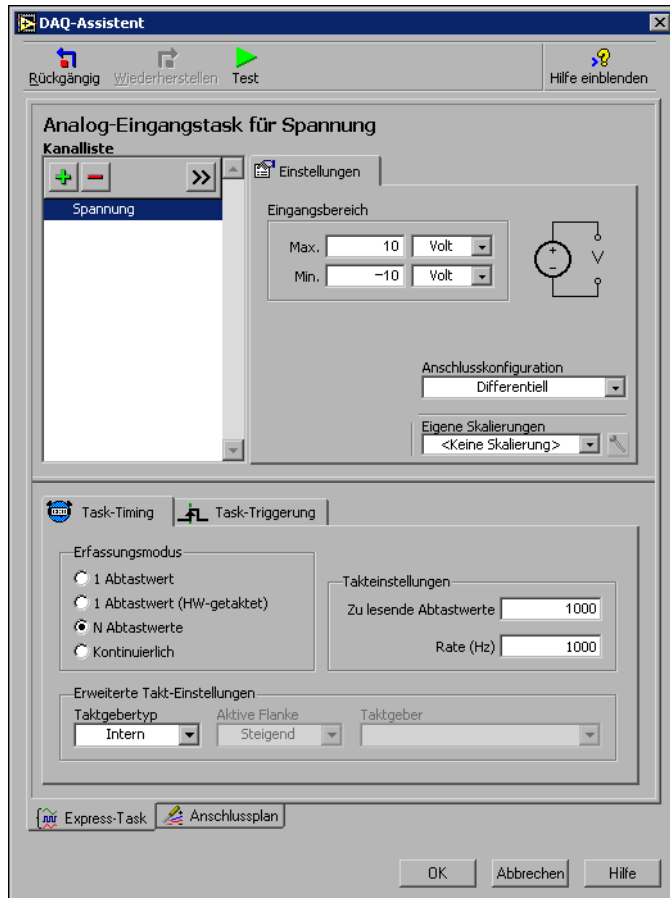

Abbildung 4-1. Konfiguration eines Tasks mithilfe des DAQ-Assistenten
5. Wählen Sie im Feld **Unterstützte physikalische Kanäle** den Anschluss aus, an dem das Signal gemessen werden soll – beispielsweise **ai0** – und klicken Sie auf die Schaltfläche **Weiter**. Sie sehen nun ein neues Fenster mit diversen Einstellungen zum ausgewählten Kanal (vgl. Abbildung 4-1).